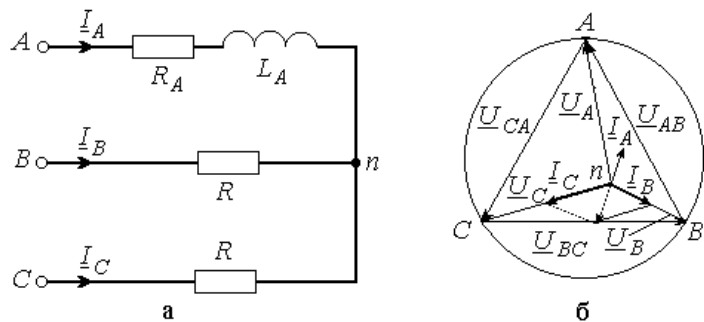

Рис. 9.3
6. Для случая включения в фазу *A* катушки с параметрами *R*, *L* (цепь без нулевого провода) на диаграмме построены все напряжения и токи двух других фаз (рис. 9.3).